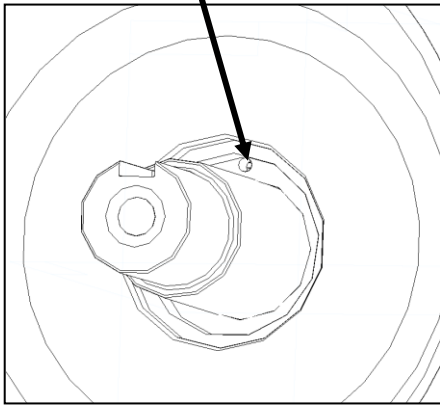
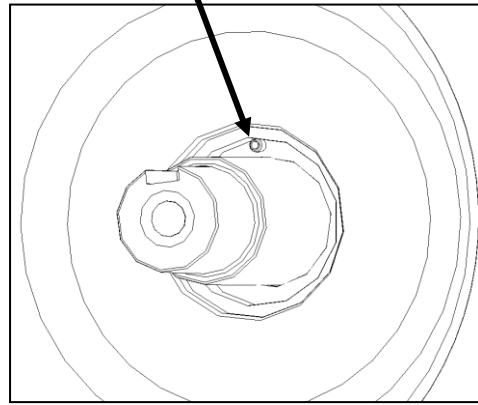
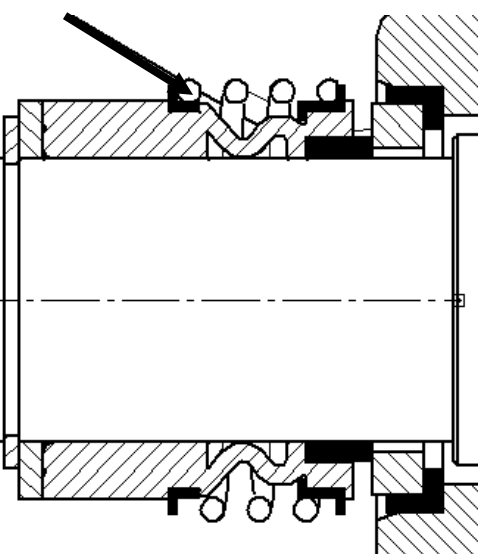

Abbildung 15: ESP Gegenring ohne Verdrehsicherung
Abbildung 16: CSP Gegenring mit Verdrehsicherung
Abbildung 19: Einbausituation der GLRD HJ 977 und der MG12 motorseitig
- 1) Montage der Verdrehsicherung für den Gegenring im Dichtungshalter nur beim Einbau von der GLRD HJ 977 beim Pumpentyp CSPH (Abbildung 16)! Beim Einbau der GLRD MG12 beim Pumpentyp ESPH wird kein Spannstift montiert (Abbildung 15), da dadurch die Funktion der Dichtung verhindert wird. Einbausituation siehe Abbildung 19.